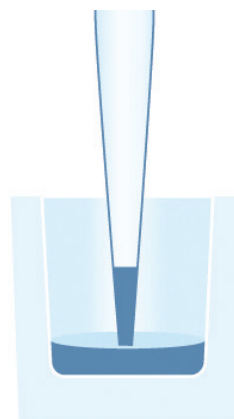

Abb. B3.
1. Tauchen Sie die Spitze in die Flüssigkeit (Abb. B3).